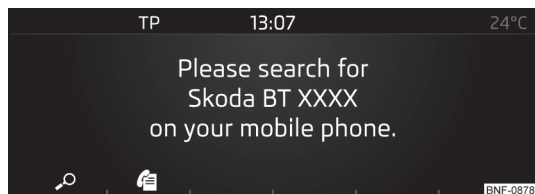

Fig. 109
- › Tryk på knappen **PHONE** → , hvis der **ikke** er forbundet en telefon med systemet » Fig. 109.